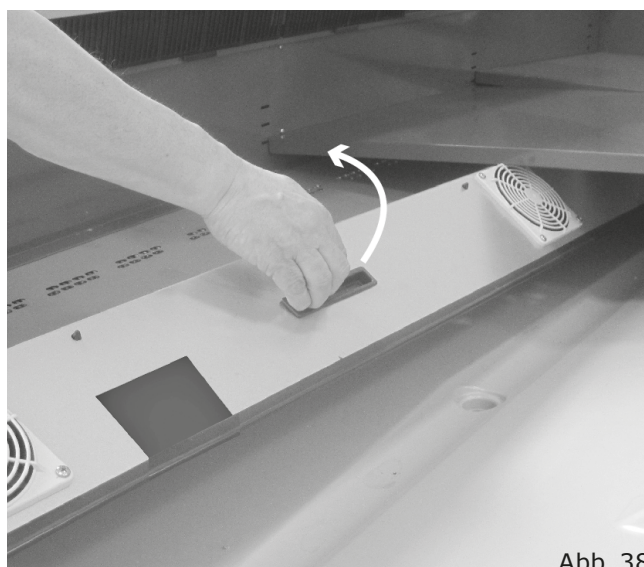

Abb. 38
- Ein Lüftungsgehäuse, das sich nach oben schwenken lässt ("Abb. 38").